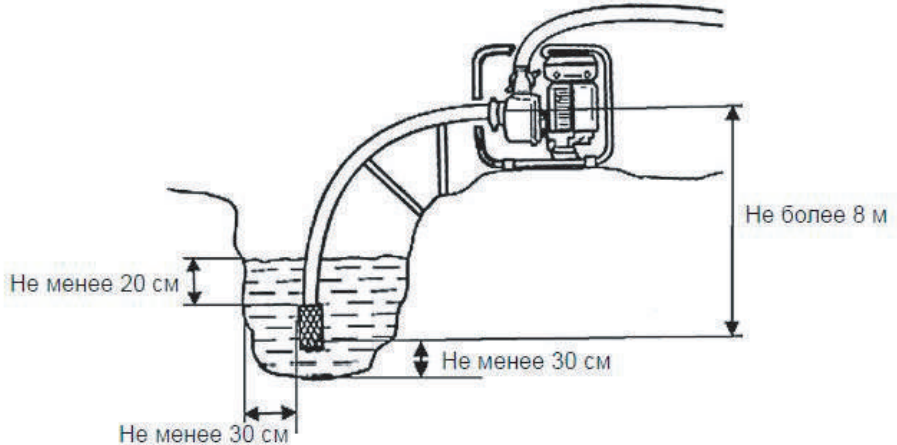

Рис. 5 Расположение мотопомпы при эксплуатации
1. Установите мотопомпу вблизи водоема (емкости) на твердую ровную горизонтальную поверхность, опустите фильтр всасывающего рукава в водоем (емкость), обеспечив вертикальное положение фильтра. При установке фильтра соблюдайте все необходимые расстояния, как показано на Рис. 5.